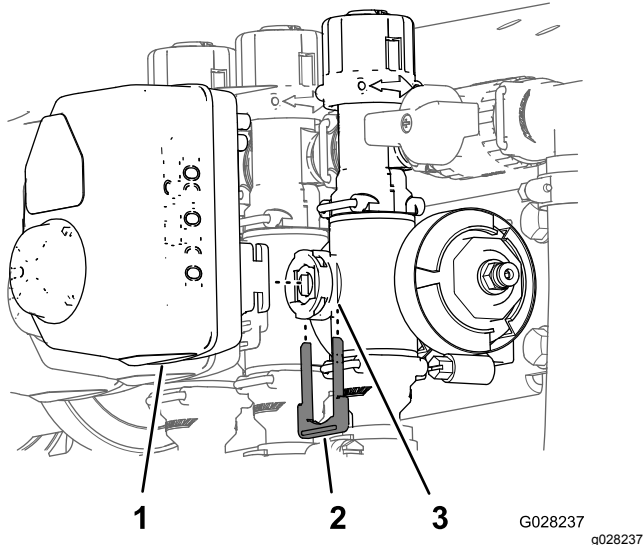

図 87
3. アクチュエータを散布量制御用、攪拌、マスターブーム、または個別ブームバルブ用のマニホールドバルブに固定しているリテーナを外す 図 87。